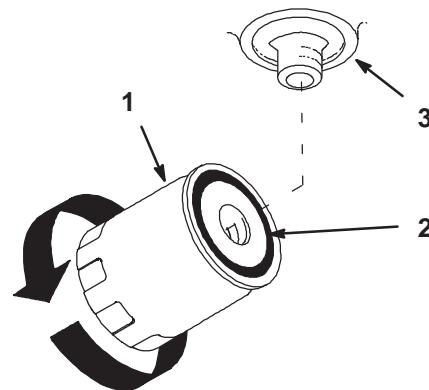

Figure 48
4. Appliquez une fine couche de liquide hydraulique sur le joint en caoutchouc du filtre de rechange (Fig. 48).
7. Quand le liquide déborde, tournez le filtre dans le sens horaire jusqu'à ce que le joint touche l'adaptateur, puis donnez un demi-tour supplémentaire (Fig. 48).